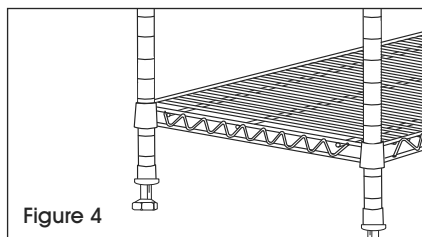

Figure 4
4. Placez l'unité à l'endroit. Tapotez doucement la tablette vers le bas pour la fixer. (Voir Figure 4)